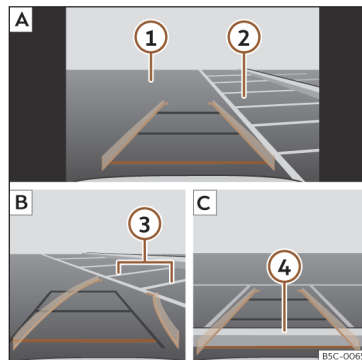

Fig. 199 Visualización en la pantalla del sistema de infotainment: aparcar con el asistente de marcha atrás.
Leyenda de la **fig. 199**:
- Sitúe el vehículo delante del hueco de aparcamiento»» fig. 199 ② [A].
- Retroceda girando el volante de manera que las líneas amarillas se introduzcan en el hueco de aparcamiento. Las líneas verdes y amarillas tienen que coincidir con las líneas de delimitación laterales ③ [B].
- Detenga el vehículo cuando la línea roja haya alcanzado la delimitación trasera ④ [C].